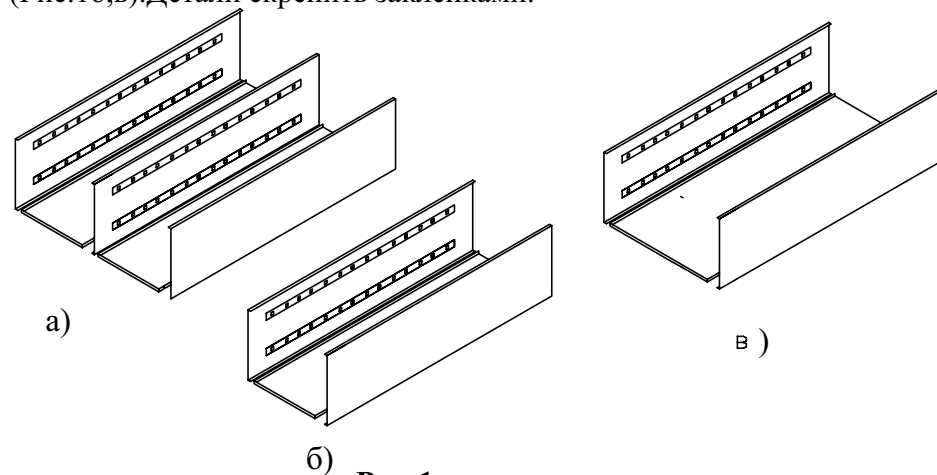

Рис.1
4.1. Положить на стол или другую ровную поверхность стенку заднюю отгибами вверх (ШСА100(50)/(40) 2-е задние стенки (Рис.1 а)). Отгиб стенки задней по короткой стороне разместить внизу будущего шкафа. Установить стенки боковые вдоль длинных сторон стенки задней, поместив отгибы задней стенки внутри отгибов стенок боковых (Рис.1б,в). Детали скрепить заклёпками.